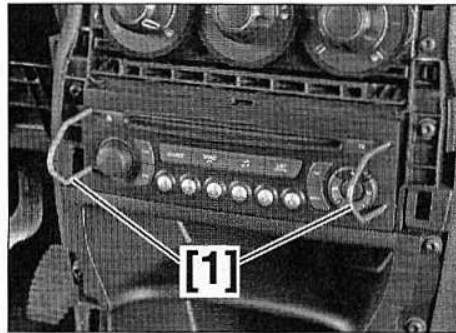

FIG.21
- A l'aide des outils [1], extraire l'autoradio et débrancher ses connecteurs pour le déposer (Fig.21).